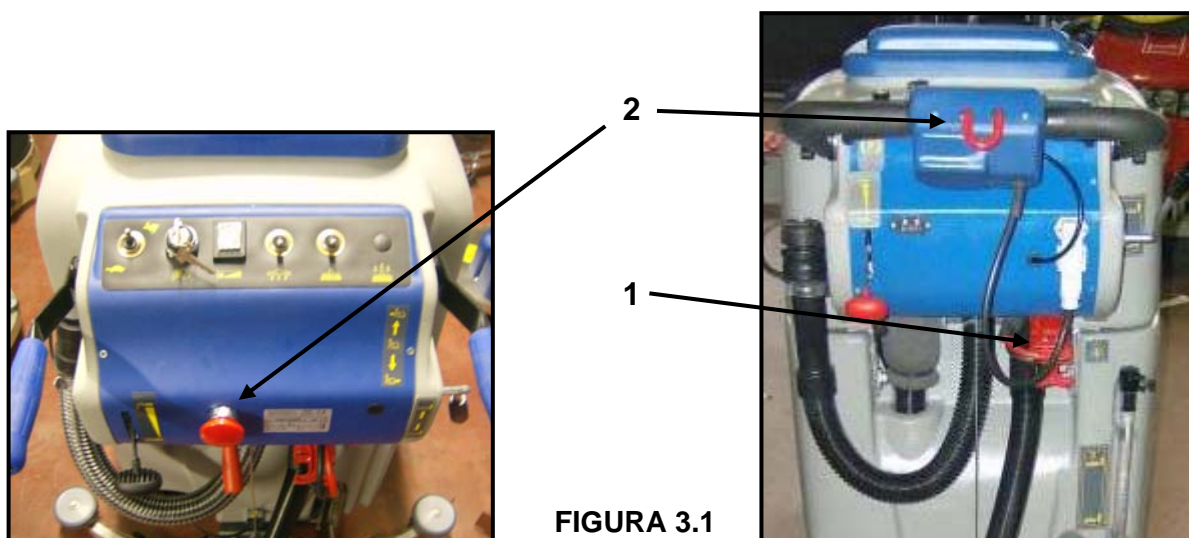

FIGURA 3.1
- **Presa di corrente** (particolare 1 figura 3.1), la stessa che è utilizzata per la carica di batteria. In caso di emergenza, tale presa può essere estratta dalla spina agendo sul manico della stessa. Prima di utilizzare la macchina, l'operatore dovrà familiarizzare con l'uso del sistema di sicurezza, in modo che in caso di necessità l'uso sia automatico. Non ripristinare il sistema di sicurezza prima di aver avviato all'inconveniente, se necessario ricorrendo all'aiuto di un tecnico specializzato.